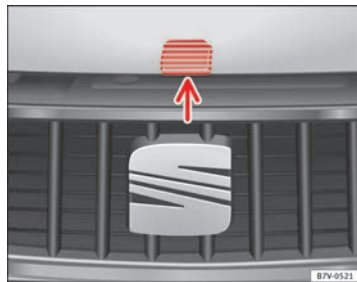

Fig. 169 Palanca de desbloqueo para la apertura del capó del motor en la parrilla del radiador.
- Levante el capó del motor por la palanca de desbloqueo ⇒ fig. 169 (flecha) y ábralo del todo. El capó del motor se mantiene gracias al muelle de gas.